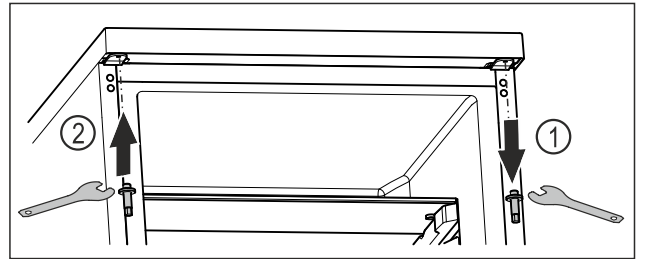

Fig. 23
- ▶ Kierrä ylemmät pultit ulos ulokuusioavaimella. Fig. 23 (1)
- ▶ Kierrä pultit ulokuusioavaimella kiinni vastapäiselle puolelle. Fig. 23 (2)